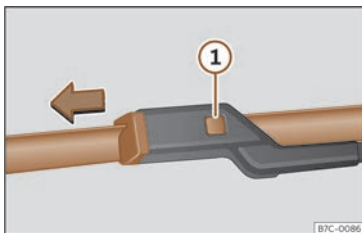

Fig. 180 Canvi de les escombretes de l'eixugaparrises.
- Mantingueu premuda la tecla de desbloqueig >>> **fig. 180** ① mentre estireu lleugerament l'escombreta en el sentit de la fletxa.